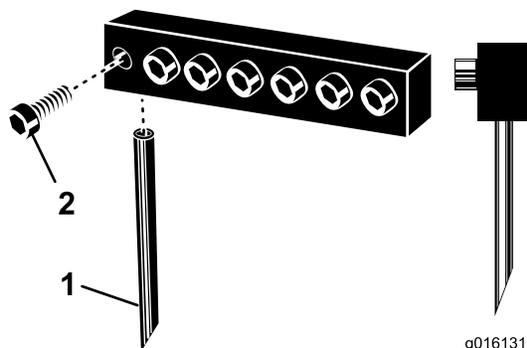

Figura 27
3. Afloje los pernos de sujeción y retire los taladros usados (Figura 27).
Nota: Los taladros huecos deben posicionarse con la ranura de salida hacia atrás, y los taladros macizos deben tener el bisel de la punta del taladro hacia la máquina (Figura 27).